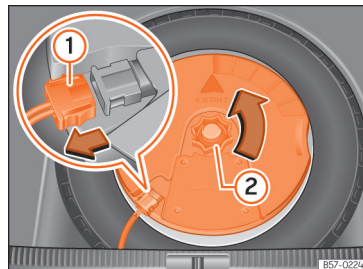

Abb. 312 Im Gepäckraum: Subwoofer ausbauen.
- Klemmen Sie das *Subwoofer*-Lautsprecher-Kabel ab »» **Abb. 312 ①**.
- Drehen Sie das Befestigungshandrad entgegen dem Uhrzeigersinn heraus »» **Abb. 312 ②**.